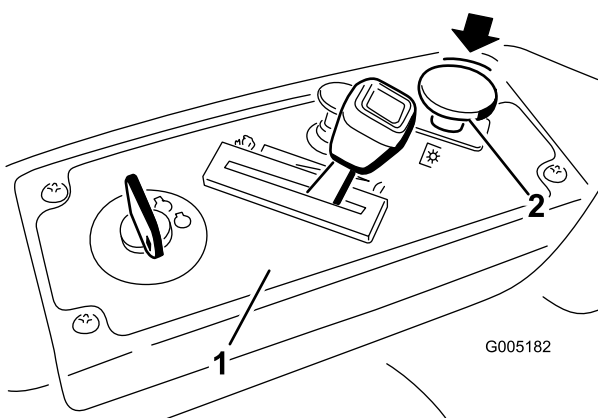

Figure 8
2. Désengagez les lames en plaçant la commande des lames en position Désengagée (Figure 8).
1. Désengagez les lames en plaçant la commande des lames en position Désengagée (Figure 8).